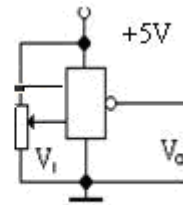

图 9-4 输出特性测试
- 按输出特性测试电路图 9-4 所示，逐步改变输入端 V_i 的值，同时测量对应的 V_o 值，并做好数据记录，描绘输出特性曲线。